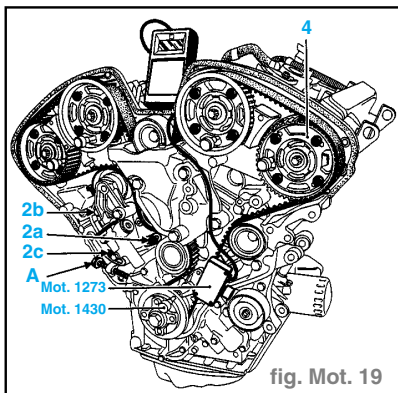

fig. Mot. 19
- Déposer le **Mot. 1436** et mettre en place le contrôleur de tension courroie **Mot. 1273**. (fig. Mot. 19)
- Serrer au couple de **2,5 daN.m** les vis (2a) puis (2b) et (2c). (fig. Mot. 19)
- Déposer la vis (A).